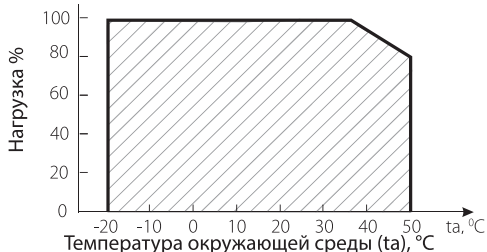

Рис. 2
4.3. Не нагружайте источник питания более 80% от его максимальной мощности. Учитывайте, что с повышением температуры окружающей среды, максимальная мощность источника питания снижается, см. график зависимости на Рис. 2.